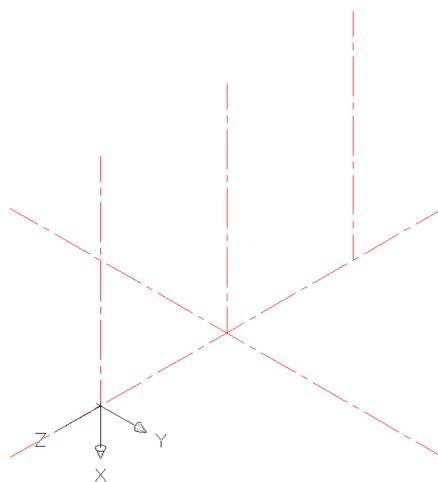

Рис.29.11
6. Сделать текущим слой выступов (выбрать из списка слоев в панели инструментов свойств объектов), слой корпуса сделать невидимым (Рис.29.11):
В ответ на следующий запрос *Specify new origin point <0,0,0>*: указать левой кнопкой мыши точку пересечения осей (Рис.29.11).